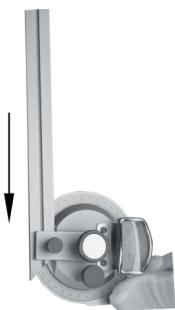

Abb. 1
- » Installieren Sie den beweglichen Arm, indem Sie ihn entlang des Schlitzes schieben (Abb. 1), und sichern Sie ihn mit der Feststellschraube.